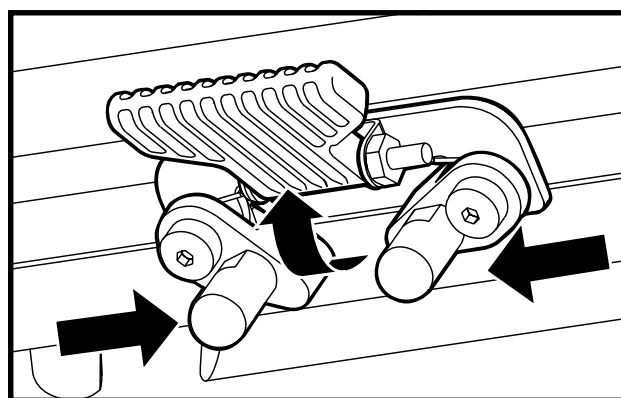

Figure 16. Loquet de sécurité du siège (Ouvvert)
3. Relevez le loquet de sécurité du siège. Voir la figure 16.